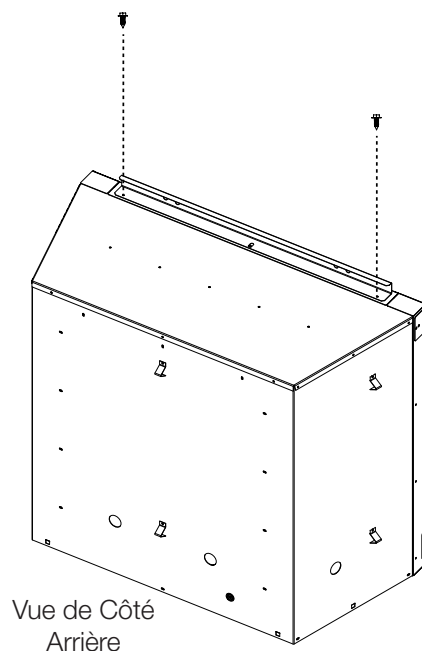

FIG. 1
2. Retirez les 4 vis (FIG. 1).
3. Placez la bande de clouage en place et la fixer avec les vis retirées précédemment (FIG. 1).